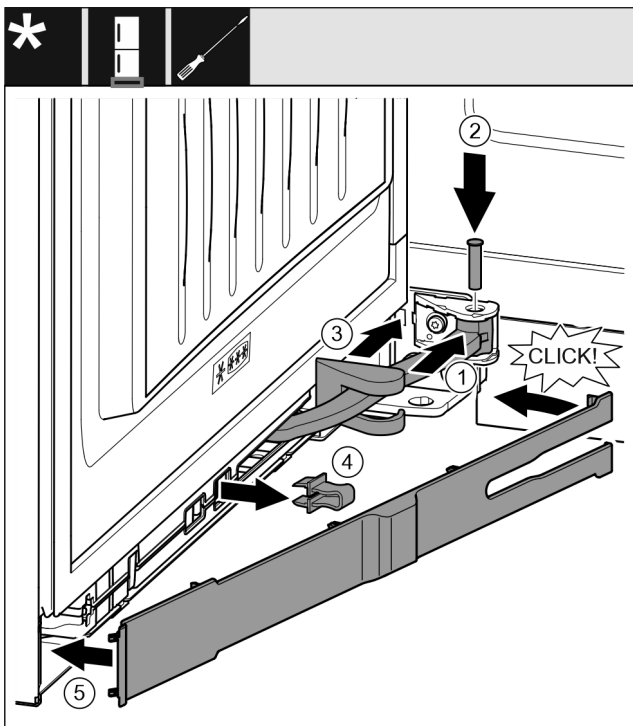

Fig. 32
- ▶ Ktheni menteshën Fig. 32 (1) në vendin e varjes.
- ▶ Futni bulonin Fig. 32 (2) me një kaçavidë në vendin e varjes dhe në menteshë. Këtu bëni kujdes që gunga ndaluese të futet saktësisht në kanal.
- ▶ Shtyni kapakun mbulues të bazamentit mbështetës Fig. 32 (3) përgjatë krahut të menteshës dhe montojeni mbi vendin e varjes.
- ▶ Hiqni siguresën Fig. 32 (4).
- ▶ Vendosni panelin mbulues Fig. 32 (5) në anën e dorezës dhe shtyjeni për nga brenda.